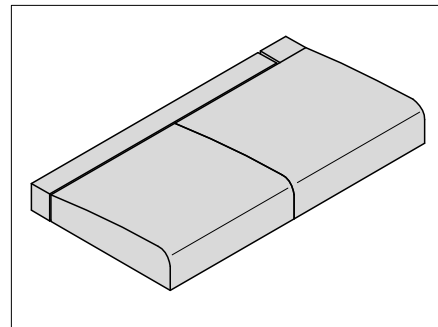
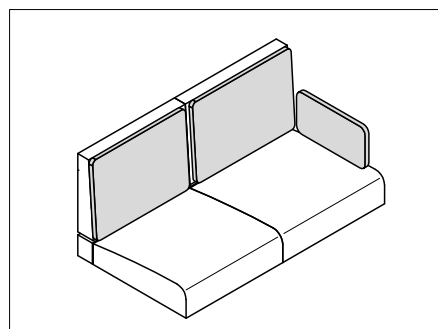

Fig. 215 Positionner les supports de siège
Fig. 217 Coussins pour supports de dossier
- Placer les coussins d'assise, de dossier et supplémentaire comme montré dans Fig. 215 à Fig. 217.